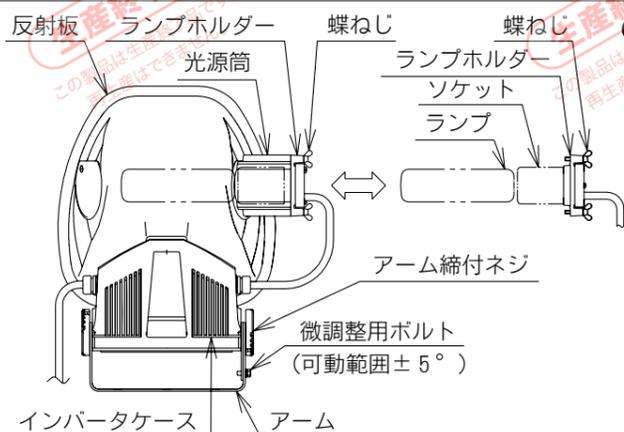
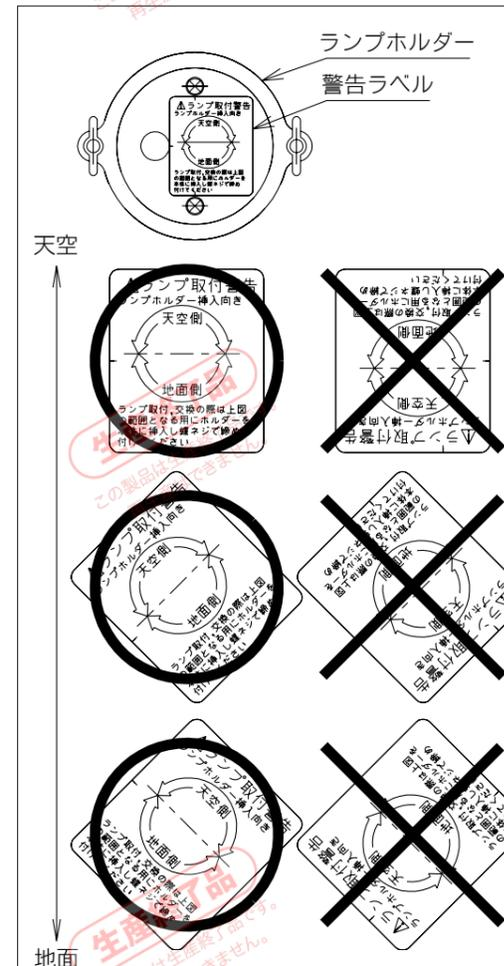

図3
図4 ランプホルダー挿入向き
2. 照明器具の光源筒とランプホルダーの取付けは、図3のように光源筒にランプホルダーを挿入し2ヶ所の蝶ねじを平均に締付けてください。取付けが不完全な場合、落下、浸水の原因となります。ランプの挿入向きは図4のように警告ラベルの天空側の範囲が上になるように挿入し、取付けてください。挿入向きにより色むらの原因となる場合があります。
1. 図3のアーム締付ねじを緩めて照射角度に合わせてください。
4. 10°以下の微調整が必要な場合はアーム締付ねじを若干緩め、図3の微調整用ボルトを緩めて微調整をおこなってください。微調整の範囲は±5°です。調整後、微調整用ボルト、およびアーム締付ねじをしっかりと締付けてください。（図7）